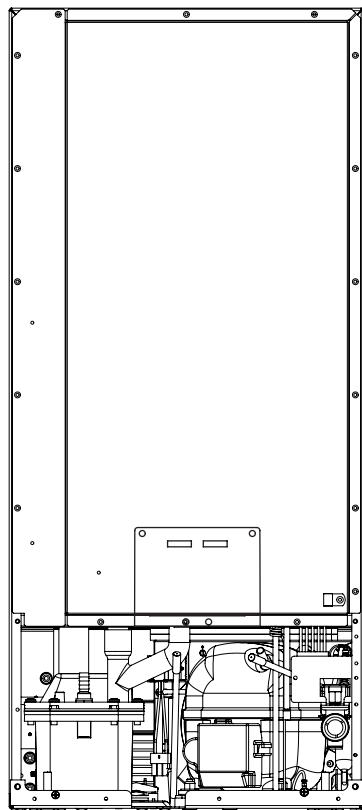

Figure 42
7. Débranchez la conduite de sortie de la vanne d'eau vers le réservoir, et drainez l'eau résiduelle de la zone de piège de la conduite d'eau (Voyez les Figures 42 et 42a).
8. Reconnectez la conduite d'eau de sortie de vanne d'eau (Voyez les Figures 42 et 42a).